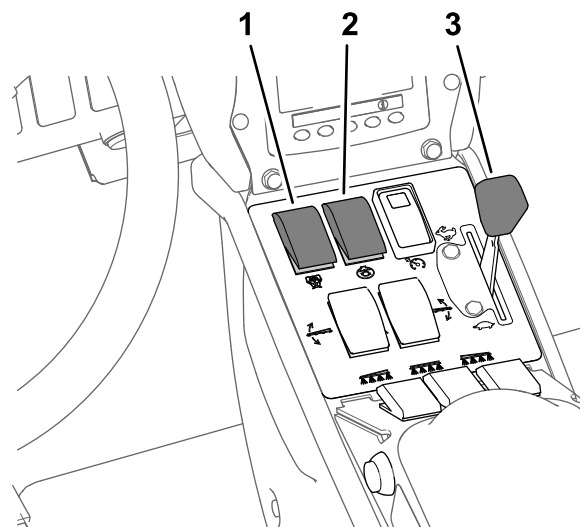

Figura 40
8. Setai comutatorul de agitare și comutatorul pentru pompa de pulverizare în poziția PORNIT (Figura 40).
9. Setai clapeta de accelerație în poziția de deplasare RAPID (Figura 40).
Notă: Această procedură presupune faptul că pompa de pulverizare este pornită; consultai Figura 40 din Pulverizarea în modul Rată de aplicare \(Pagină 37\).
4. Reglai clapeta de acceleraie la turaia dorită a motorului pentru pulverizare; consultai Figura 40 din Pulverizarea în modul Rată de aplicare \(Pagină 37\).